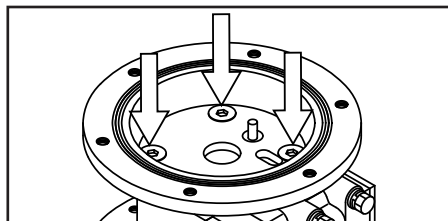

Figure 21
- Enlevez les 12 boulons de fixation de la chambre côté air et déposez cette dernière. (voir figure 21).